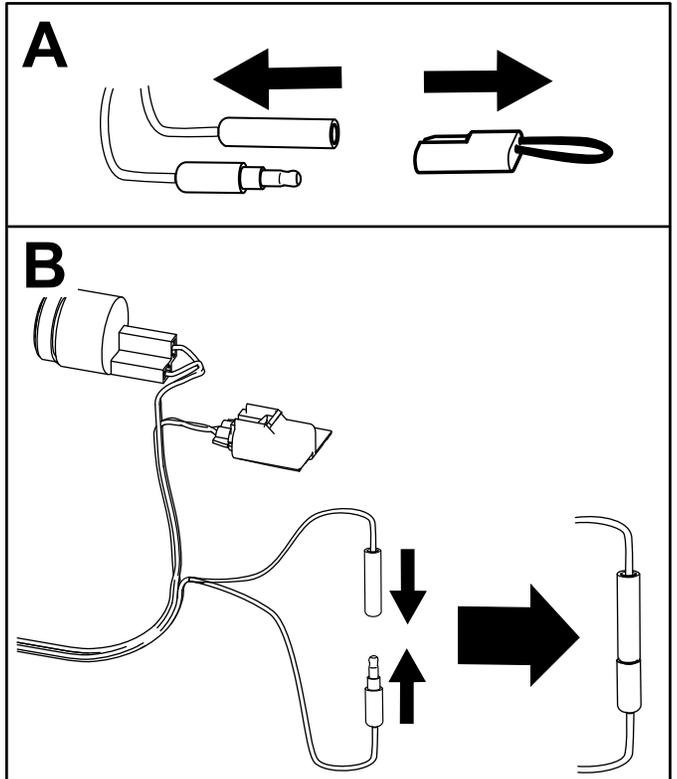

Figure 8
1. Placez le capteur sur une surface plane et enlevez le capuchon des connecteurs d'étalonnage (Figure 8).
2. Branchez les connecteurs d'étalonnage ensemble, comme montré à la Figure 8.